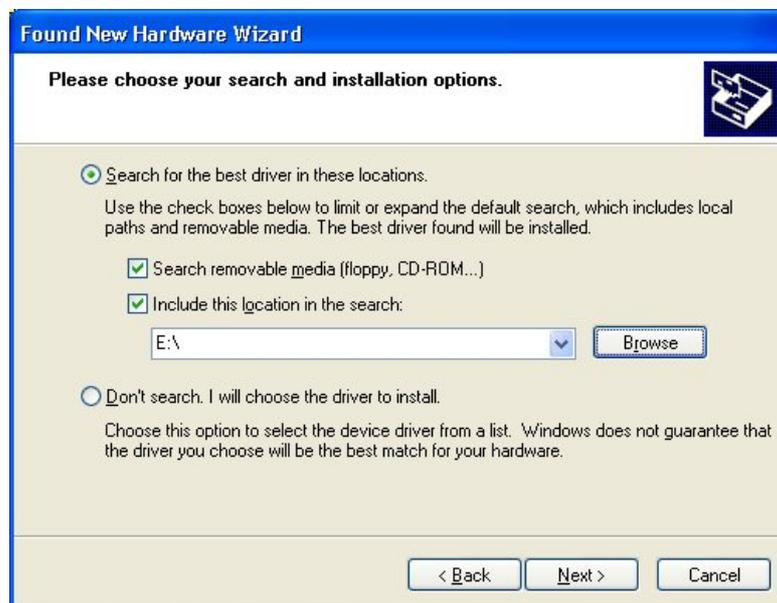

Figura 6: Windows pergunta pela exacta localização do controlador.
5. Windows pergunta pela localização do controlador. Faça as mudanças (veja Figura 6). Mude para o CD e carregue no botão **Open** (*Abrir*). Prima o botão **Next** (*Seguinte*) para continuar.